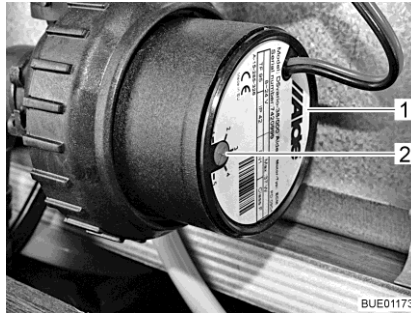

Fig. 218 Réduction de la vitesse de rotation
Le bouton tournant (Fig. 218,2) permet de régler la vitesse de rotation du circulateur. Une faible vitesse de rotation réduit les bruits de fonctionnement de la pompe.
Le bouton tournant se trouve sur le circulateur (Fig. 218,1).
- Tourner le bouton tournant (Fig. 218,2) dans le sens inverse des aiguilles d'une montre. La puissance est réduite.